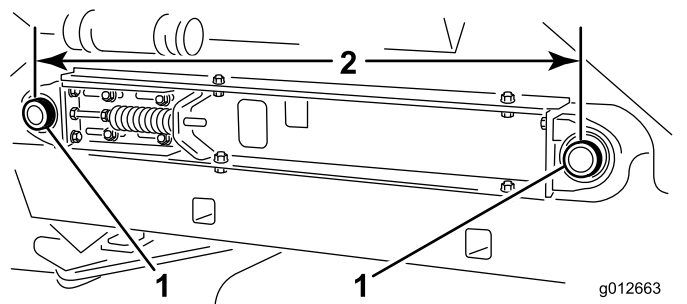

Figura 21
7. Misurate la distanza tra i punti centrali degli alberi del rullo del nastro su ciascun lato della macchina per accertarvi che le misurazioni siano uguali (Figura 21).